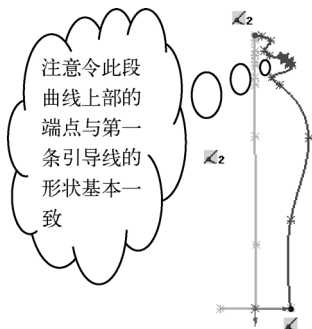

图 3-35 绘制第二引导线
STEP 3 在右视基准面中绘制如图 3-35 所示的草绘图形, 并添加相应的尺寸和约束, 作